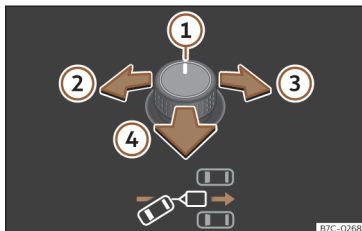
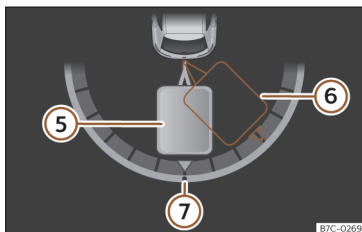

Fig. 181 Comando giratório dos retrovisores exteriores: ajustar o ângulo do reboque.
Fig. 182 Ecrã do painel de instrumentos: fazer marcha-atrás.
Legenda da **Fig. 181**, » **Fig. 182** :
- Rode o comando giratório até atingir a direção desejada » **Fig. 181**. No ecrã do painel de instrumentos aparece, a modo de orientação, uma representação do conjunto veículo trator e reboque na posição atual » **Fig. 182**.